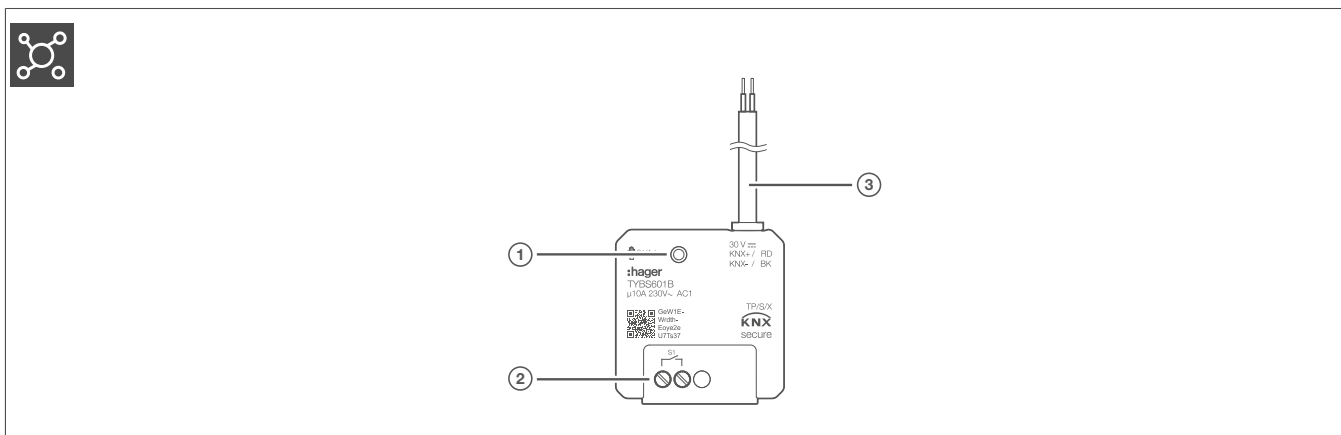

Abbildung 2: Geräteaufbau TYBS601B
- 2 Programmier-Taste (Abb. 2/1) drücken.